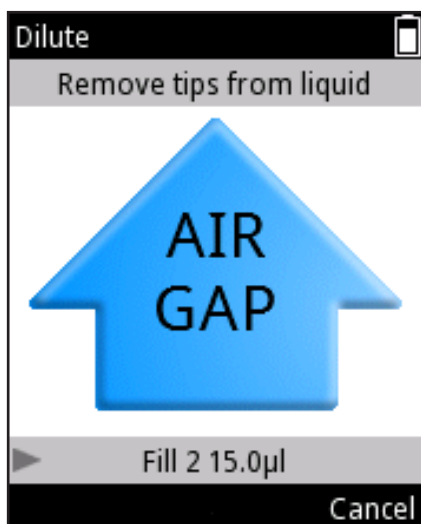

Imagen D26.
4. Saque las puntas del líquido. La pantalla muestra «Air gap» (Espacio de aire) (Imagen D26).